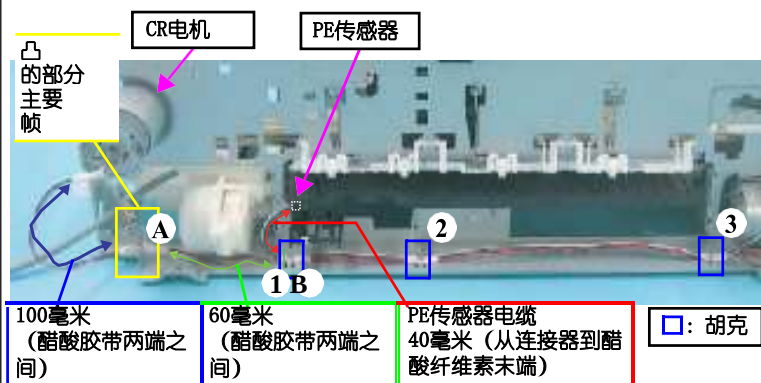

图1-86. 布线
- 布线CR电机电缆和PE传感器电缆时，请参阅图1-86并按照以下步骤操作。